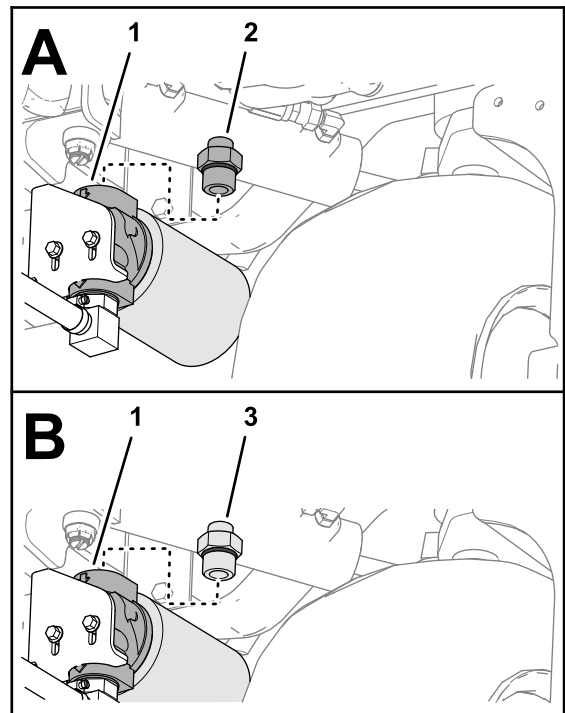

Bild 31
3. Nehmen Sie das Anschlussstück vom oberen Anschluss des Filterkopfs (**Bild 31**) ab.
4. Bauen Sie das gerade Anschlussstück (8 O-Ring-Gleitringdichtung / 1-1/16 Zoll SAE) in den oberen Anschluss des Filterkopfs ein (**Bild 31**).